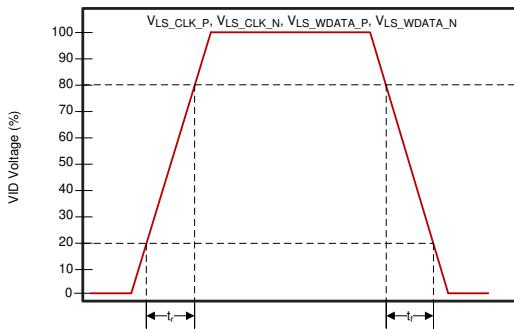

図 5-6. LSIF 立ち上がり/立ち下がり時間のスルーパラメータ
(2) LSIF の立ち上がり時間および立ち下がり時間について、図 5-6 を参照します。